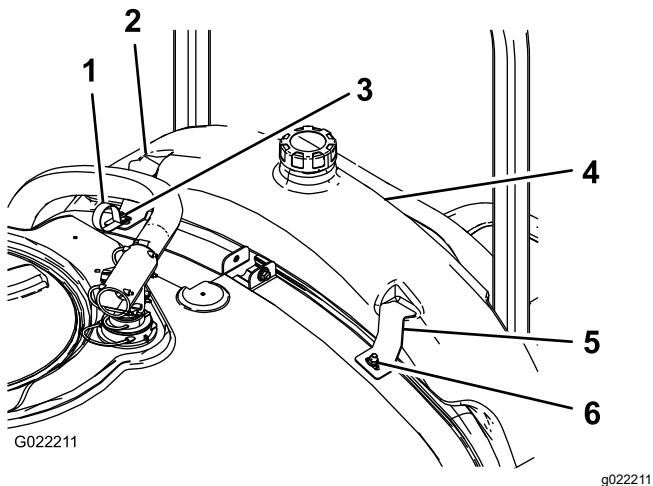

Figure 2
- Posez le réservoir de rinçage comme montré à la Figure 2.
- Au moyen de 2 grandes rondelles et écrous à embase, fixez les supports et le collier en R du réservoir de rinçage aux boulons de carrosserie montés précédemment (Figure 2).